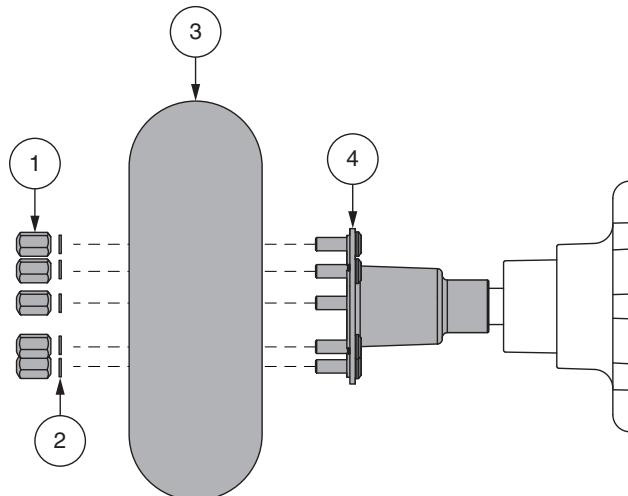

Figura 26. Ruota motrice smontata
3. Rimuovere i dadi ad aletta e rondelle. Vedere figura 26.